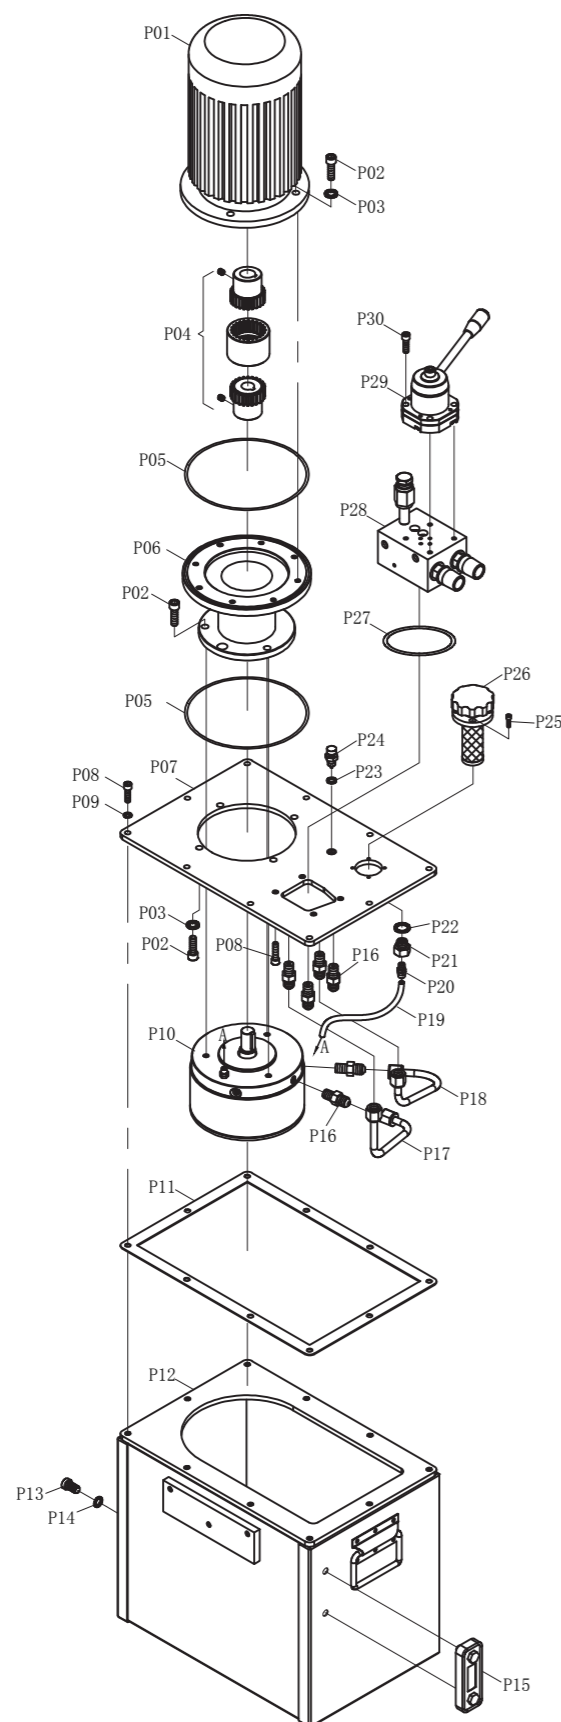

Рис. 6.
4. Проверьте уровень гидравлического масла, отвинтите сапунный клапан (P18, рис. 6) сверху резервуара и, если масла недостаточно, залейте высококачественное гидравлическое масло для гидравлических цилиндров, затем закройте сапунный клапан и удалите воздух из гидравлического контура как описано в пункте 5 главы "Перед первым использованием".